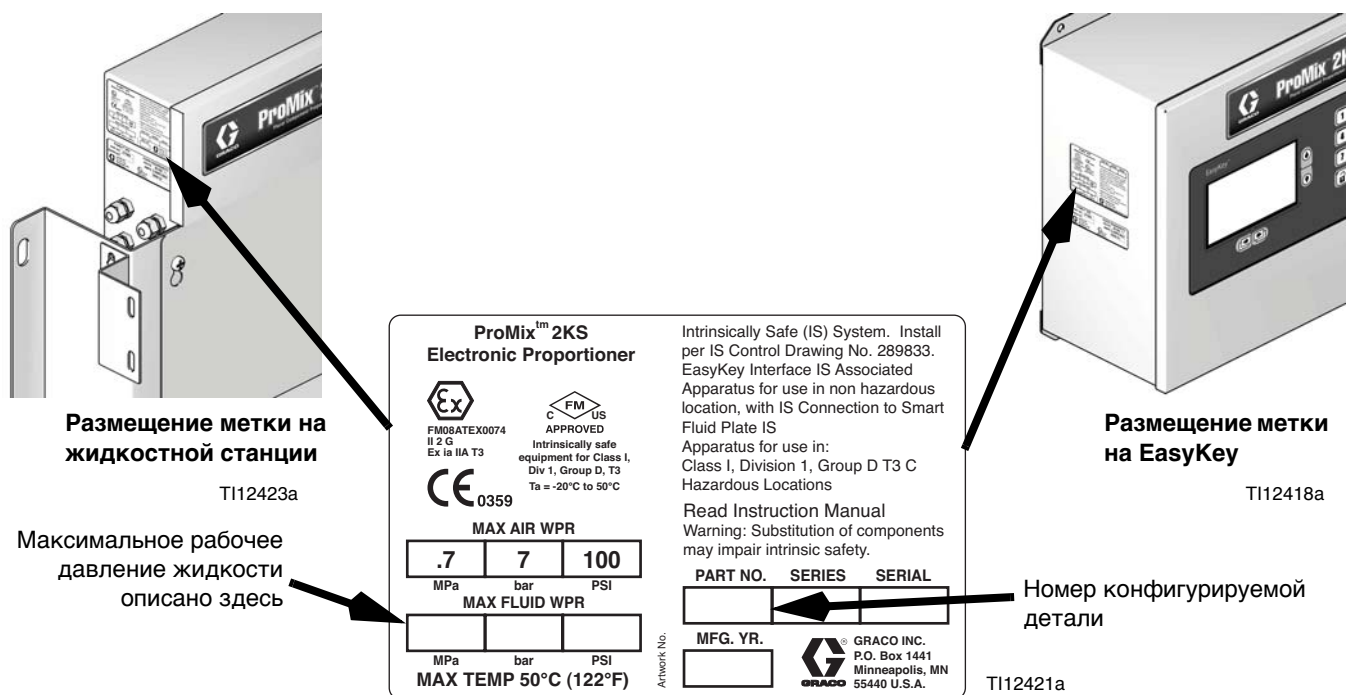

Рис. 1 Идентификационная метка
Одобрения оборудования появляются на следующих метках, которые прикреплены к жидкостной станции и EasyKey. См. Рис. 1 на странице 4 для свода меток.
Описываемая деталь оборудования напечатана на идентификационной метке оборудования. Смотри Рис. 1 Для обнаружения идентификационных меток. Номер детали включает одну цифру от каждой из следующих шести категорий, в зависимости от конфигурации вашей системы.
**Проверьте идентификационную метку на EasyKey или на жидкостной станции для максимального рабочего давления системы. См. Рис. 1**